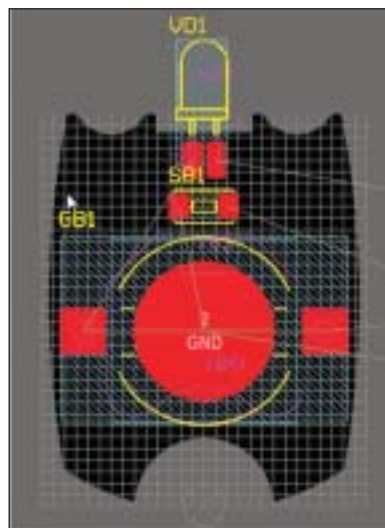

Рис. 76. Расположение компонентов по заданным координатам
5. Аналогичным способом разместите компоненты SB1 и VD1, соответственно указав для них координаты расположения (0; 32,5) и (0; 37,5) (рис. 76).